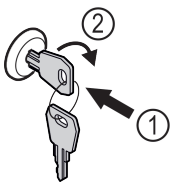

Fig. 138
- ▶ Sleutel erin duwen. Fig. 138 (1)
- ▶ Sleutel 90° rechtsom draaien. Fig. 138 (2)